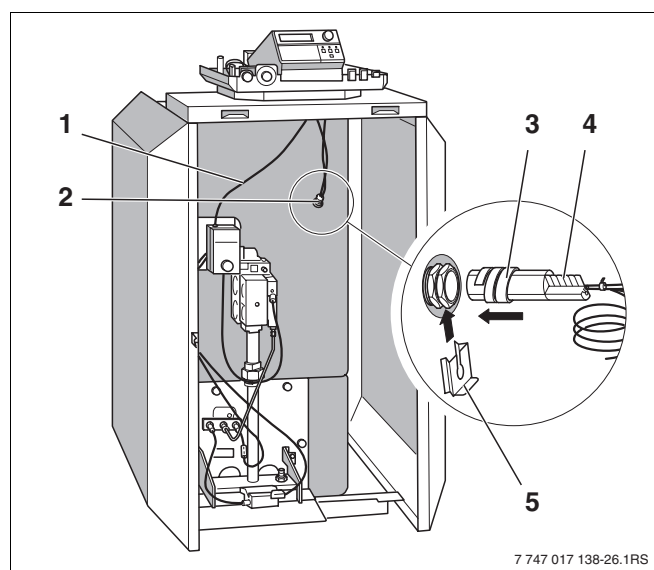

Bild 23 Kesselvorderseite
- Kapillarrohre der Temperaturfühler und, bei „Logamatic“-Regelung, die Kesselwassertemperaturfühlerleitung unter der vorderen Kesselhaube nach vorne zur Messstelle (Bild 23, **Pos. 1**) führen. Dabei nur auf Bedarfslänge abrollen.
- Brennerleitung (Bild 23, **Pos. 2**), bei Logano G144 ECO V auch die Pumpenanschlussleitung, unter der vorderen Kesselhaube nach hinten zur Anschlussseite des Regelgeräts führen.
- Temperaturfühler bis zum Anschlag in die Tauchhülse (Bild 23) einstecken.
- Die Kunststoffspirale (Bild 23, **Pos. 3**) schiebt sich dabei automatisch zurück. Die Ausgleichfeder (Bild 23, **Pos. 4**) muss mit in die Tauchhülse geschoben werden.
- Fühlersicherung (Bild 23, **Pos. 5**) (Lieferumfang Regelgerät) von der Seite oder von oben auf den Tauchhülsenkopf drücken (Bild 23, siehe Pfeil).